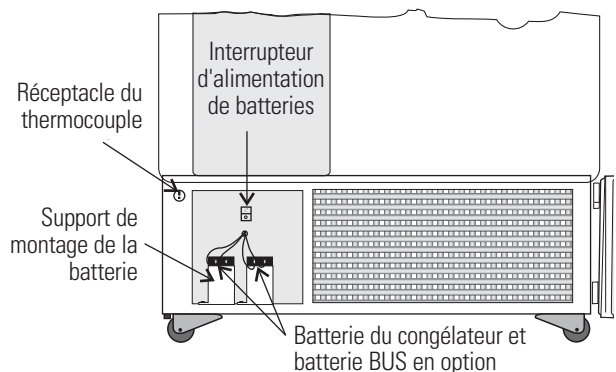

Figure 6-1. Emplacement des composants
2. Localiser la grille située sur la porte. Voir la Figure 6-1. Saisir la partie centrale de la grille et la retirer doucement.
1. Ouvrir la porte avant inférieure en saisissant le coin inférieur gauche. Voir la Figure 6-1.
3. Désactiver l'interrupteur de la batterie (O). Voir la Figure 6-1.